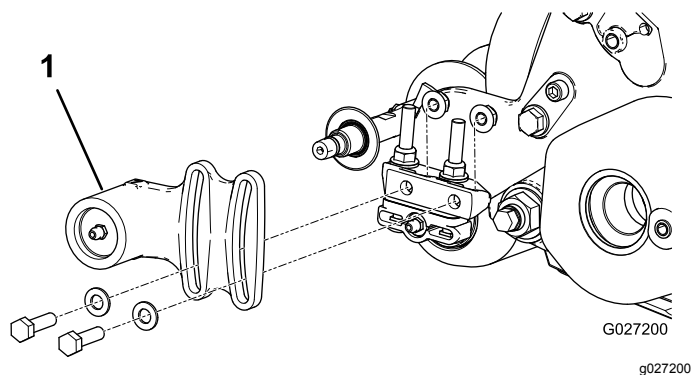
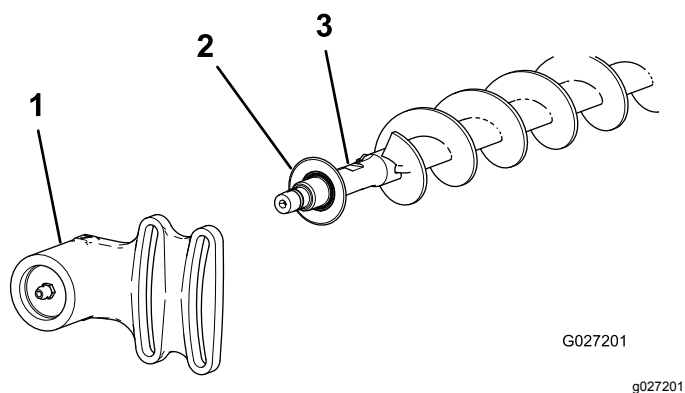

图18
图19
1. 如果滚刀组上安装有一个滚筒刷应拆下将非传动轴承座固定到轴承座安装支架 图18 和 图19 上的 2 个螺栓、垫圈和螺母。
2. 滑动非传动轴承座和防尘圈从刷轴上取下来 图19。
9. 把防尘圈和非传动轴承座安装到刷轴上 图19。